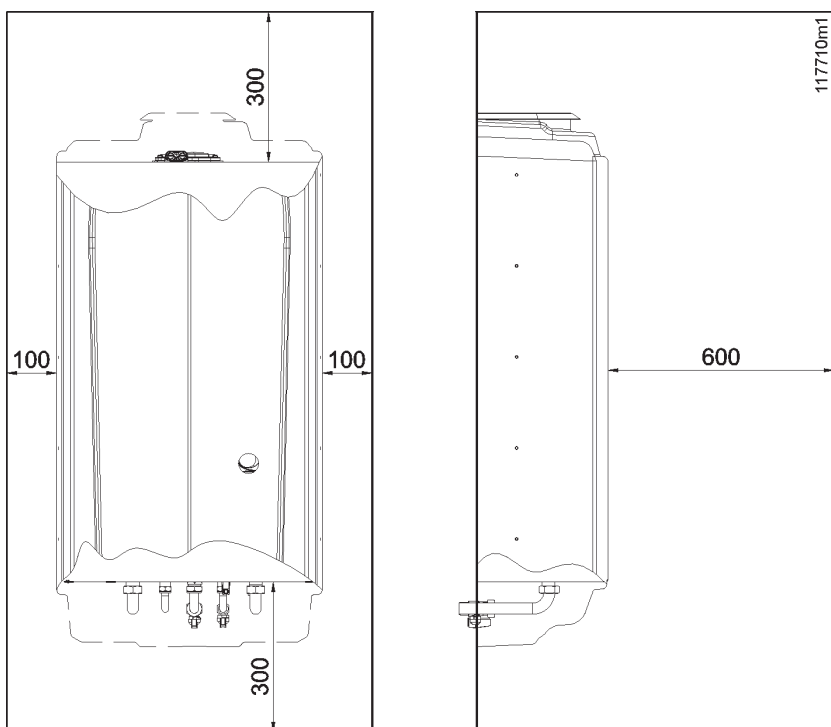

Figura 5-2 - Distanze minime di rispetto
☞ Verificare la figura 5-2 per quanto concerne le distanze minime di rispetto per l'installazione e la futura manutenzione.
Sia per l'installazione che per la manutenzione, è necessario lasciare degli spazi liberi attorno all'apparecchio come illustrato nella figura 5-2.
**ATTENZIONE !!!** L'apparecchio può essere installato su pareti in legno, mantenendo le distanze indicate in Figura 5-2.